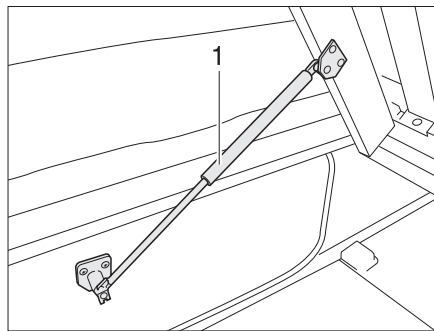

Fig. 63 Cama fija
- Levantar el somier. Los resortes por presión de gas (Fig. 63,1) retienen el somier en la posición abierta.